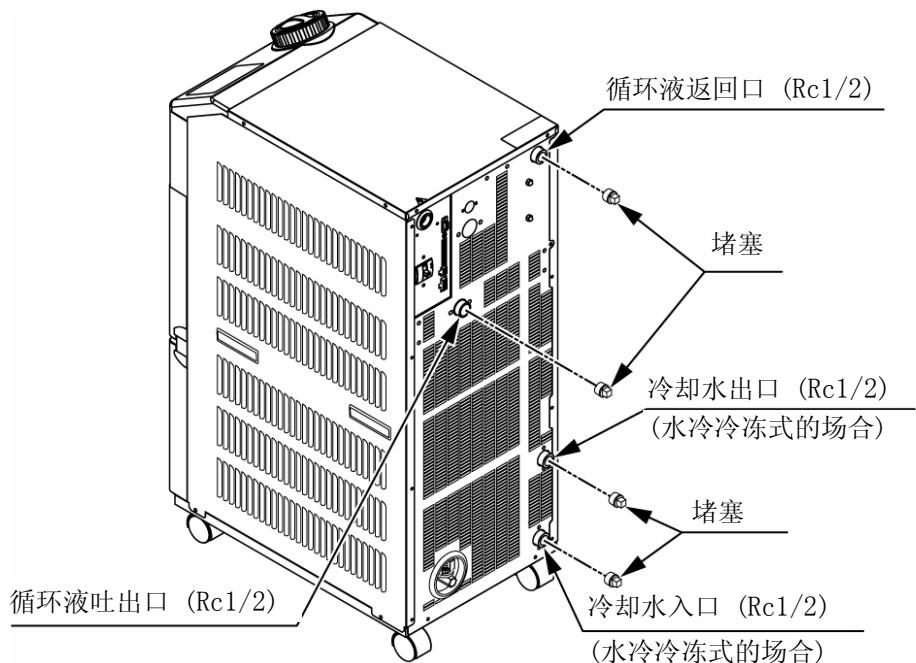

图 7-5 堵塞的安装
9. 请参照图 7-5 进行堵塞的安装，在本产品的循环液吐出口·返回口以及放热水出入口（水冷的情况下）处安装(Rc1/2)堵塞。